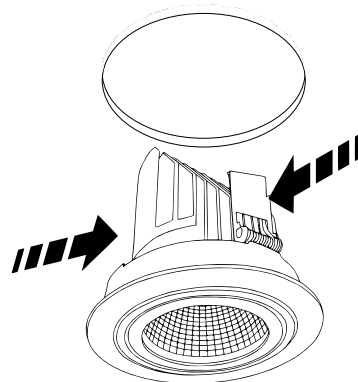

Abb. 3
3. Federn des Einbaustrahlers zusammendrücken und diesen in das ausgesägte Loch einsetzen (Abb. 3).